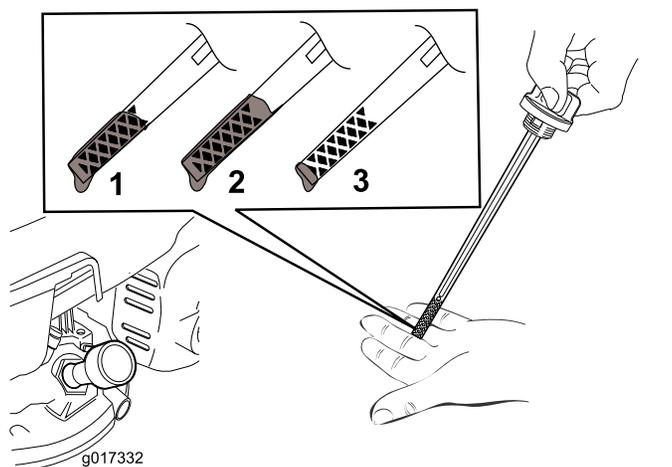
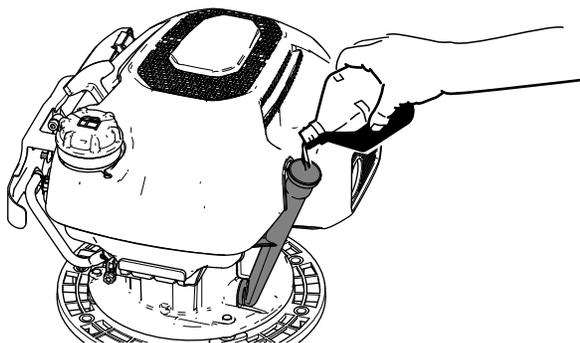

図 34
図 35
5. オイルのディップスティックの最低マークの近くまたはそれ以下の場合 図 34 は、所定のオイルを補給口 図 35 からゆっくりと追加し、3分間待つ。
5. エンジンオイル補給口の側の床にオイル回収用の容器を置く 図 35 。
1. オイルフィルタの補給口から所定のエンジンオイルをゆっくりと入れ 図 35、3 分間待つ。